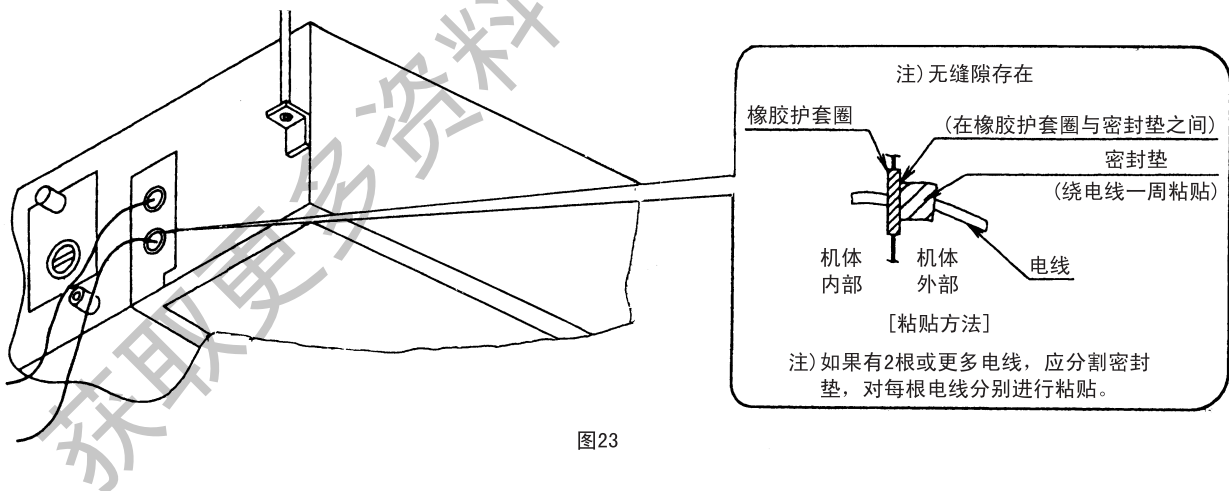

图23
- 接线完成后，务必用附带的密封垫（35mm×150mm）绕电线粘贴。（确保将电线粘牢以避免水分由机外进入。）（见图 23）